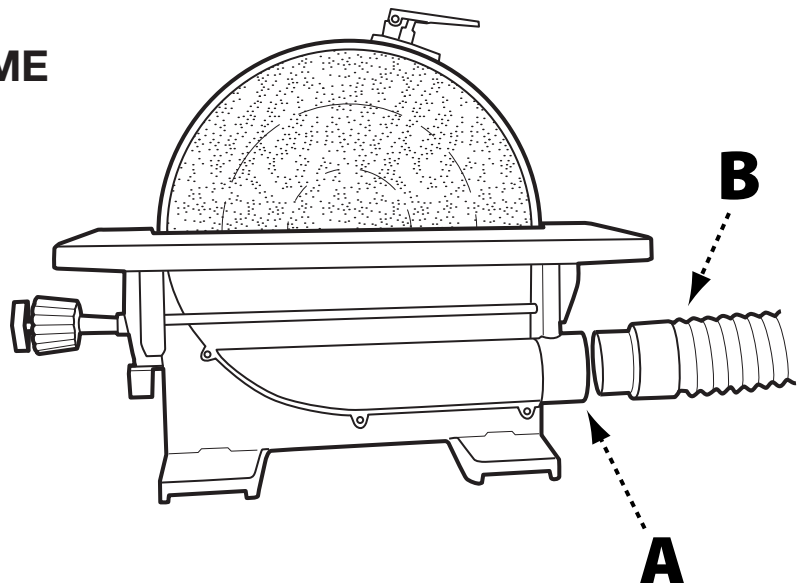

FIGURE 4
La ponceuse à disque de 30,5 cm a un ventilateur intégré efficace qui permet une excellente récupération de la poussière. Il est recommandé de connecter l'appareil à un dispositif de dépoussiérage avec la sortie de poussière de 5,71 cm (A) comme indiqué à la Figure 4.